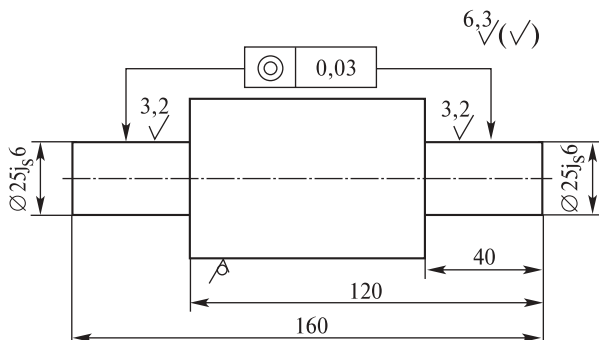

Рис. 2.4. Деталь «вал»
32. Перечислите требования, предъявляемые к детали, изображенной на рис. 2.4:
33. За сколько установов должна быть обработана заготовка, чтобы получилась деталь, изображенная на рис. 2.4? Как должно происходить закрепление заготовки при обработке?
34. Разработайте технологический процесс изготовления детали, изображенной на рис. 2.4 (заполните табл. 2.1). Заготовка — пруток диаметром 55 мм и длиной 162 мм.